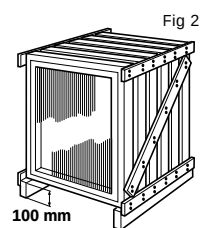

Fig 2
- fönstren skall placeras på högkant på plant underlag minst 100 mm över golv, och så att beslagen inte skadar övriga fönster, se fig 2.